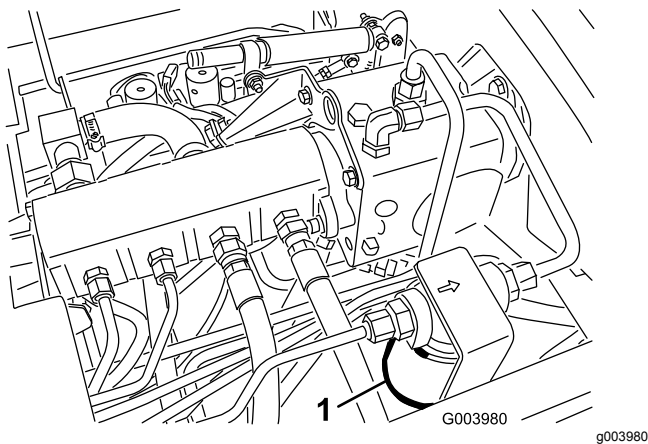
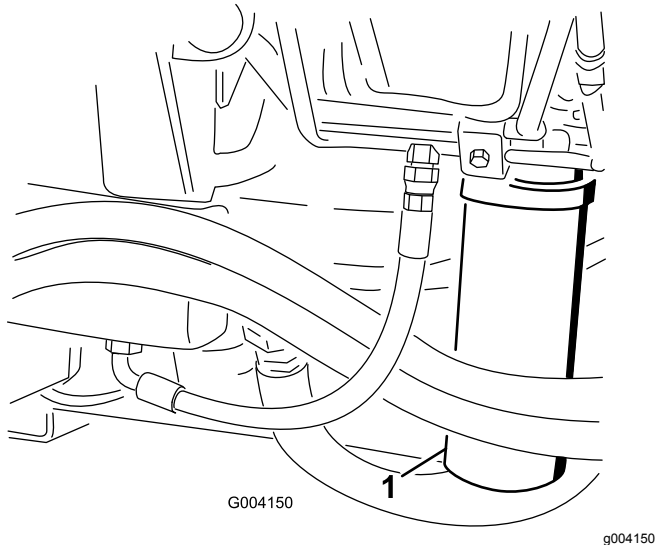

Bild 77
Bild 78
2. Reinigen Sie den Bereich um den Filterbefestigungsbereich und stellen Sie eine Auffangwanne unter den Filter (Bild 77) und (Bild 78).